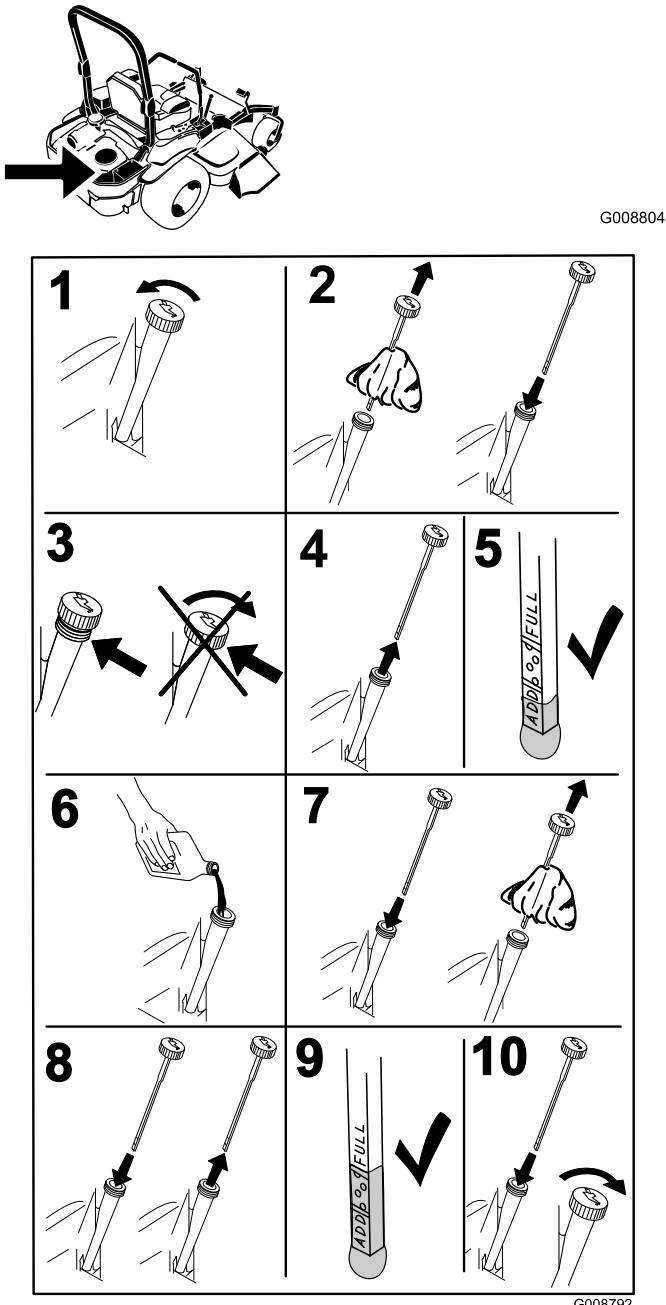

Figura 49
2. Prima di scendere dal posto di guida dell'operatore, spegnete il motore, togliete la chiave di accensione e attendete che si fermino tutte le parti in movimento (Figura 49).